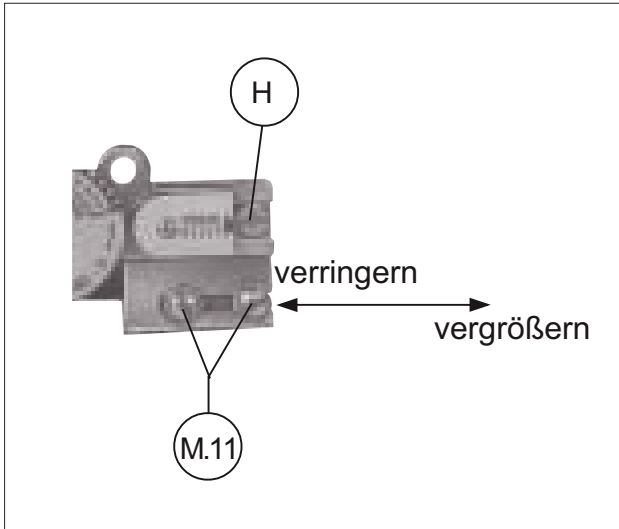

Bild 15: Halterung für die Prallplatte
Ist das Ausgangssignal immer zu hoch oder Kondensat im Schlauch (N.6) entdeckt worden, siehe Bild 15, so ist die komplette Relais-Einheit (NZ) zu reinigen, siehe Bild 19.